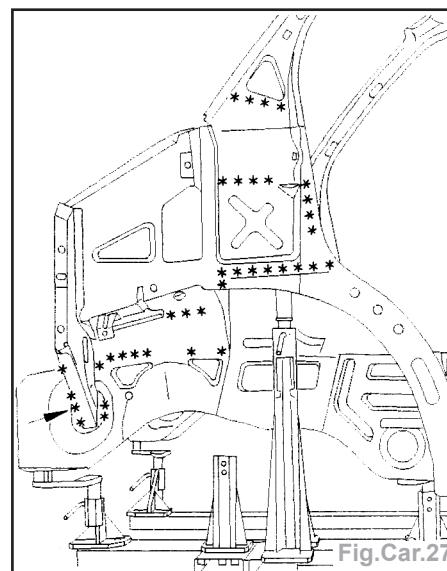

Fig.Car.27
- Dégrafer les lignes de points à l'aide d'une fraise de Ø 8mm (Fig.Car.27).